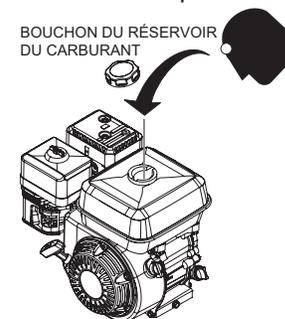

Figure 5. Vérification du carburant
1. Inspecter visuellement pour voir si le niveau de carburant est bas (Figure 5). Si le niveau est bas, ajouter du carburant sans plomb.